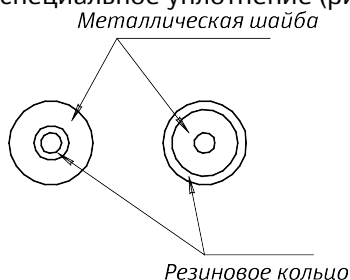

Рисунок 6. Специальные уплотнения (слева – для избыточного давления, справа – для разряжения).
6.5 Установите специальное уплотнение (рисунок 6) на стойку ИПС.
(Для МГП-2.5, -10, -100) В зависимости от диапазона измерений, на грузоприёмное устройство ИПС необходимо установить колокол (см. рис. 6) или переходную тарелку (алюминиевая).